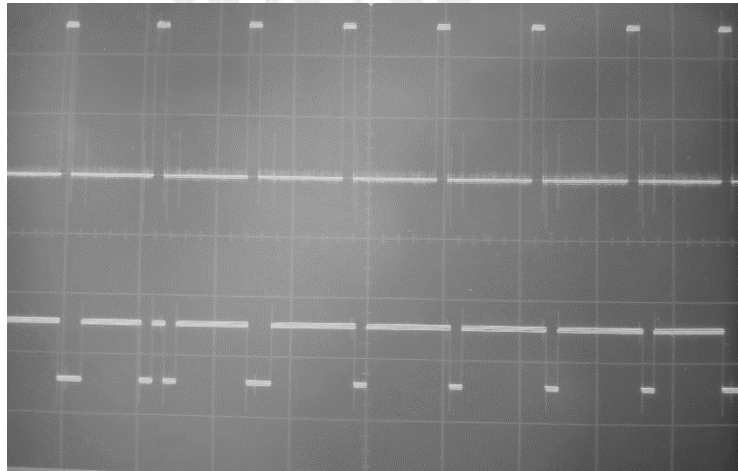

Figura 4.4 Comparación entre TP41 y TP43.
11. Conectar el canal 1 del osciloscopio a Tx Frame Sync (TP41) y el canal 2 a la salida del CODEC (TP43), luego observar la predominancia de bits 1 en la señal PCM (Figura 4.4).